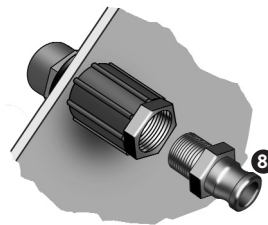

Abb. 13
- Schnellkuppungsstecker mit Messingreduzierstück verschrauben (Abb. 13).